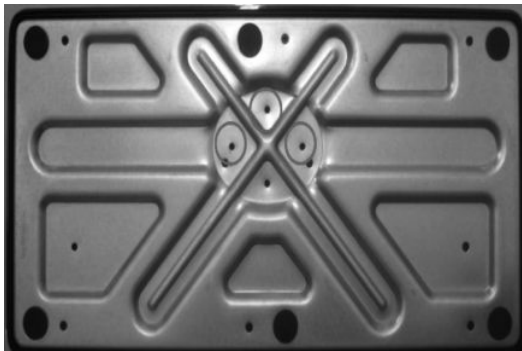

图 1-19 移除底座
(1) 拧下圆圈标示的螺钉并移除底座,如图 1-19 所示。